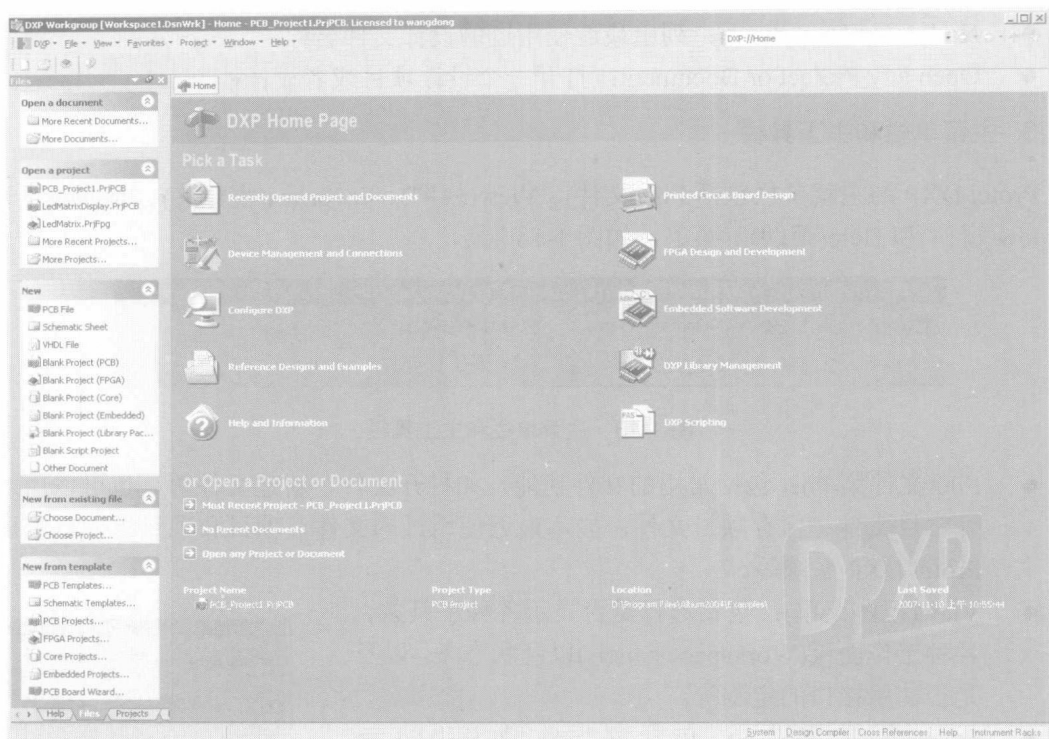

图 1-17 Protel DXP 设计管理器
(2) 启动后进入如图 1-17 所示的 Protel DXP 设计管理器窗口。Protel DXP 的所有电路设计工作都必须在 Design Explorer(设计管理器)中进行,同时设计管理器也是 Protel DXP 启动后的主工作接口。设计管理器具有友好的人机接口,而且设计功能强大。Protel DXP 的设计管理器窗口类似于 Windows 的资源管理器窗口,设有主菜单、主工具栏,左边为 Files (文件工作面板),右边对应的是主工作面板,最下面是状态条。